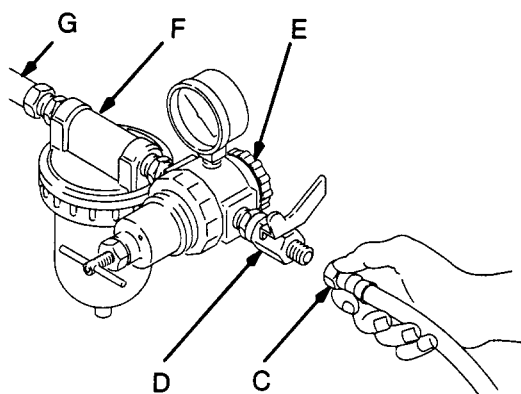

Fig. 2
- Det må monteres en trykkluftregulator (G) på lufttilførselen for å kontrollere lufttrykket til pistolen. Se Fig. 2.
- Dersom den regulerte luftkilden ikke er utstyrt med filter må det installeres et luftfilter (H) på tilførselsledningen for å sikre tørr og ren lufttilførsel til pistolen. Se Fig. 2.
- B. Kople den andre enden av trykkluftslangen (C) til en regulert trykkluftforsyning (G). Se Fig. 2.
MERK: Fig. 2 viser filteret (F), luftregulatoren (E) og stoppventilen (D) for luft på tilførselsledningen.